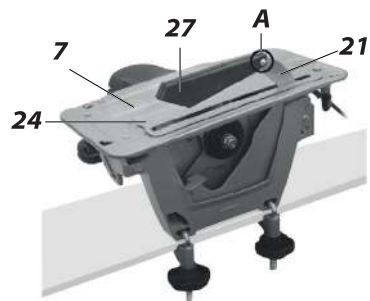

Рис. 6
г) Для проведения мелких стационарных работ пила устанавливается на горизонтальной поверхности верстака на неподвижный кожух и основную ручку так (Рис. 6). Фиксация на верстаке осуществляется с помощью отверстий (14) струбцинами (входящие в комплект).
1. Проверьте исправность пильного диска, наличие и правильность установки расклинивающего ножа (21) (Рис. 6).
3. Зафиксируйте пилу на горизонтальной поверхности прочного верстака или стола струбцинами (22) так, как показано на рис. 6.
4. Ручкой (10) отведите нижний защитный кожух, установите накладку стола (24) и зафиксируйте ее на столе винтом М4 из комплекта крепежа (23). Отпустите ручку защитного кожуха.
5. Установите дополнительный защитный кожух (27) на расклинивающий нож с помощью оси (А) (см. Рис. 6), вставив ее в отверстия кожуха и ножа. Зафиксируйте ось шплинтом из комплекта крепежа. Убедитесь, что дополнительный кожух может свободно подниматься и опускаться вокруг оси.
ВНИМАНИЕ! Струбцины (22) (Рис. 7), накладка стола (24) с ее винтом, дополнительный защитный кожух (27) (Рис. 6), ось (А) и ее шплинт используются только при стационарной работе пилы.